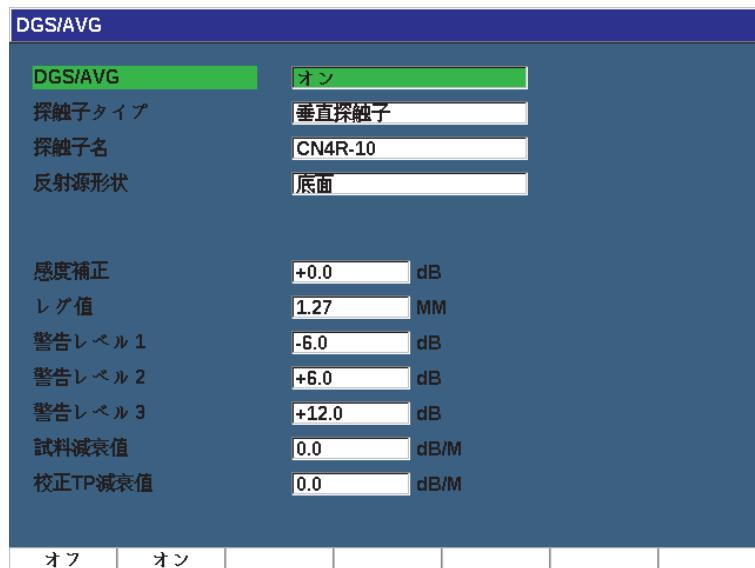

図 11-14 DGS/AVG 設定ページ
1. DGS/AVG > 設定を選択し、AVG 設定ページを表示します（257 ページの図 11-14 を参照）。